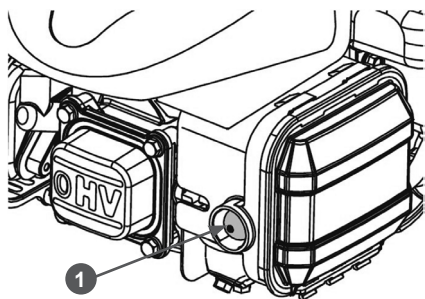

Рис. 14 Расположение ручного топливного насоса
2. Для запуска холодного двигателя нажмите три раза на ручной топливный насос 1 (Рис. 14). При запуске прогретого двигателя ручной топливный насос нажимать не нужно.